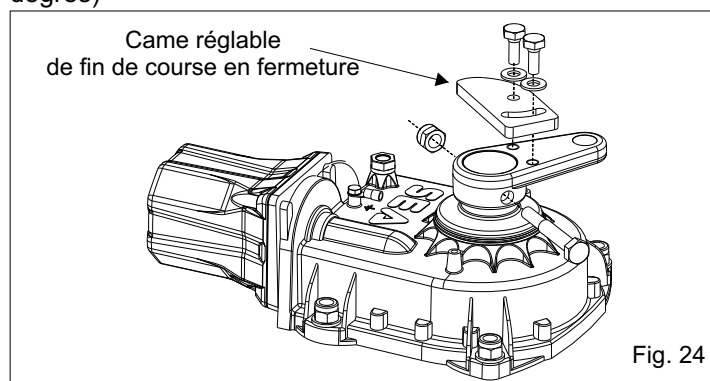

Fig. 24
6.2. Monter la came du fin de course comme dans Fig. 24, porter la même en feillure avec la bielle et la fixer avec les vis spéciales.